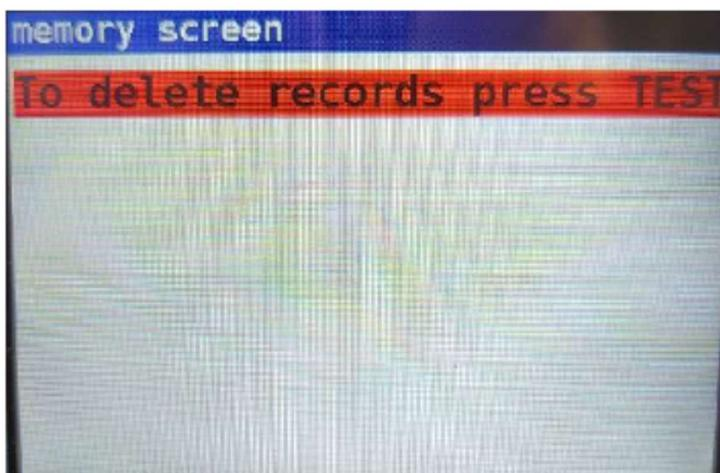

Figure 8.9: Effacez l'écran MEMORY (mémoire)
**Étape 1** Dans l'écran Mémoire, appuyez sur les deux touches **LEFT** (GAUCHE) et **RIGHT** (DROITE). L'écran suivant s'affiche alors (figure 8.9).